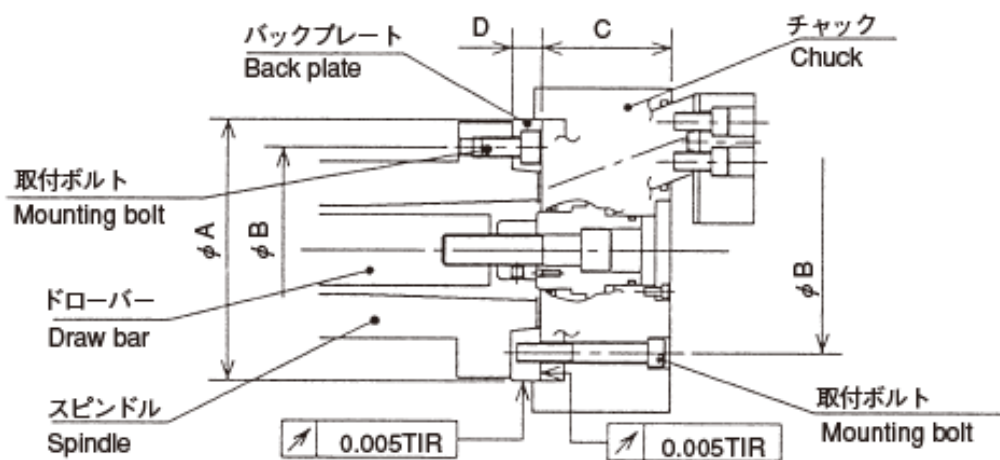

図 7 Fig.7
- Fig. 7 は、JIS ショートテーパ規格の場合です。
- Fig. 7 shows JIS short tapered spindle.